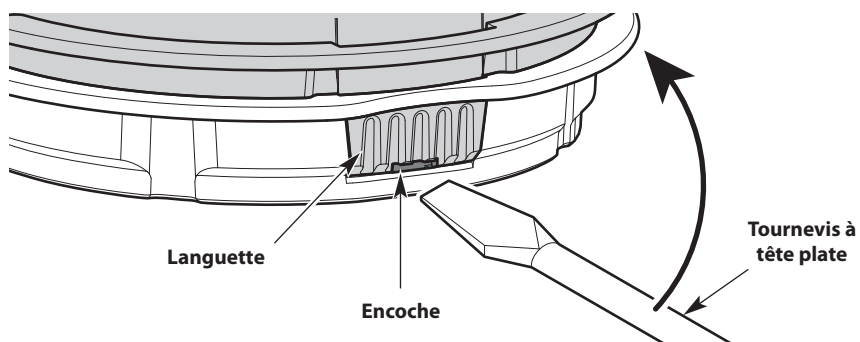

Fig. 25
- a. Insérez un tournevis à tête plate dans l'encoche de la languette (Fig. 25).
- b. Inclinez doucement le tournevis vers le haut et maintenez-le en place (Fig. 25).
- c. Tout en maintenant le tournevis en place, tournez doucement le tournevis pour déverrouiller la languette de l'encoche pour languette (Fig. 25).